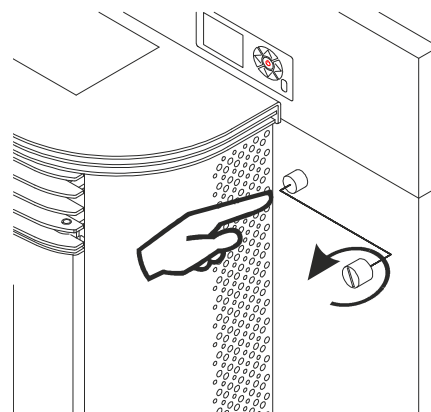

Figura 29
- 6.11. ***Motor redutor não rodar.*** Com a estufa desligada, verificar o termóstato de segurança que está no interior da estufa. Para o ativar, deve-se premir o botão, se o termóstato estiver ativado ouvirá um “clic”. Nos modelos encastráveis Eco I e Eco II (figura 29), encontramos-lo na parte frontal, debaixo do teclado. Devemos desenroscar a tampa que o protege.